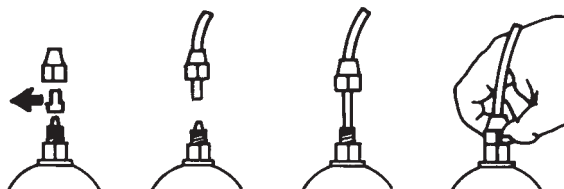

Fig. 7
e.- Saque las dos cápsulas de protección de los empalmes, inserte hasta el fondo los tubos enroscando, y asegúrelos con los casquillos de fijación. (Fig.7)